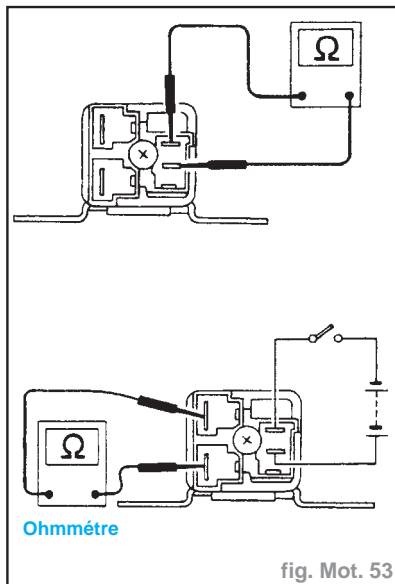

fig. Mot. 53
- Vérifier la continuité de la bobine de relais (fig. Mot. 53).